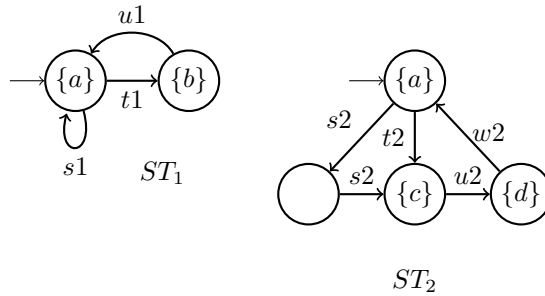

FIGURE 1 – Systèmes de transitions étiquetés ST_1 et ST_2
- On considère les systèmes de transitions ST_1 et ST_2 donnés à la Figure 1. Dessinez le système de transitions $(ST_1 || ST_2)_T$ où T est la table de synchronisation suivante (Act_1 sont les actions de ST_1 et Act_2 les actions de ST_2) :